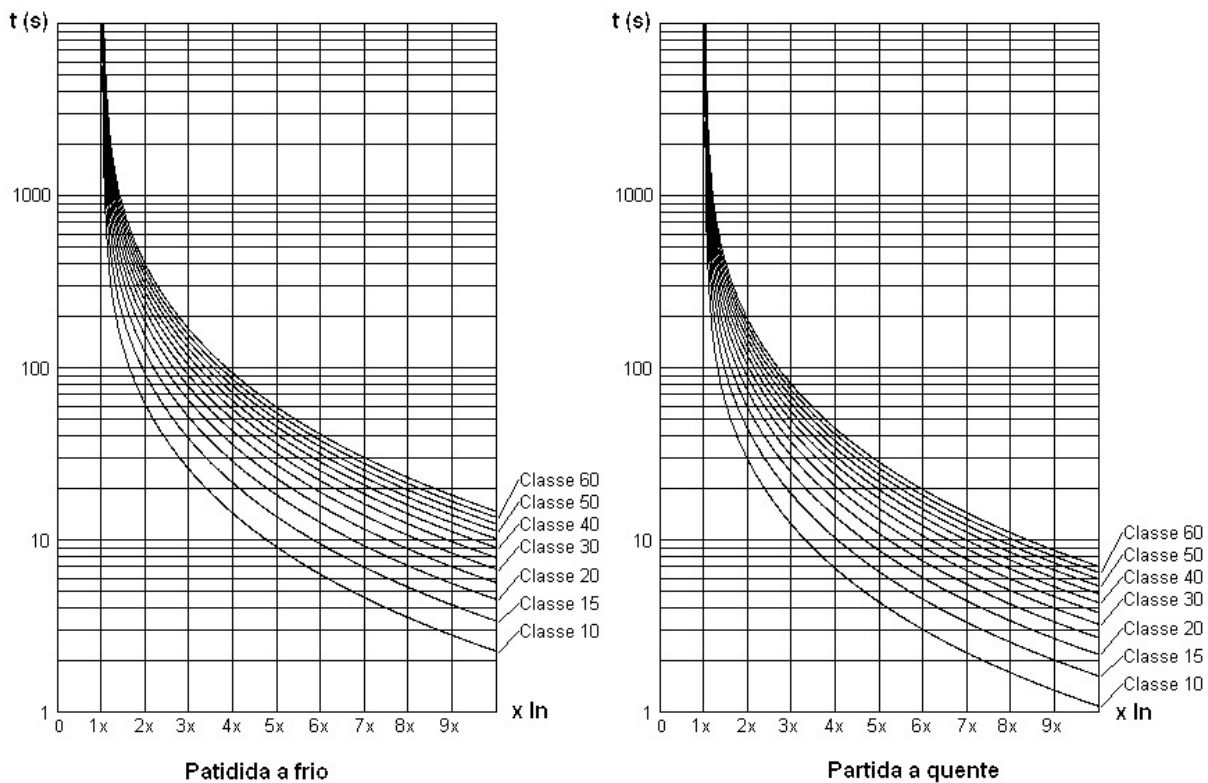

Figura 15.6: Classes Térmicas de proteção do motor padrão
As curvas de partida, ou curvas de classe térmica, são baseadas no tempo de rotor bloqueado que o motor suporta com determinada corrente (Figura 15.6). Estas curvas simulam o aquecimento do motor para situações de sobrecarga, ou seja, com correntes acima da sua corrente nominal e são normalmente baseadas na norma IEC 60947-4-2.
A Figura 15.6 mostra os tempos de atuação da Classe térmica conforme a norma IEC 60947-4-2.
**NOTA!** Os tempos das Classes Térmicas para partida a quente mostrados na Figura 15.6 somente são válidos para: P0840 = 3 = Classe F 155 °C, P0841 = 40 °C e P0842 = 60 °C.
Os valores padrões dos parâmetros, P0840 = 3 = Classe F = 155 °C, P0841 = 40 °C e P0842 = 60 °C definem os tempos de atuação da Classe térmica conforme a norma IEC 60947-4-2, mostrados na Figura 15.6. Estes tempos são baseados em características típicas de motores padrões de mercado, sendo assim, não são adequados para possibilitar a partida de motores especiais que possuem classes de isolamento superiores com elevados tempos de partida, correntes altas e variados tipos de refrigeração.